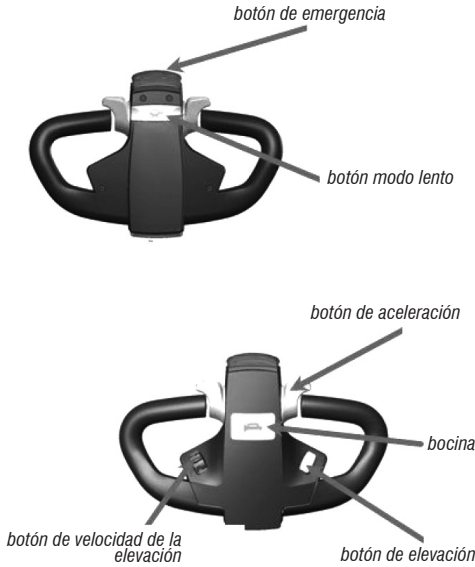

Fig. 4 – Controle
Mueva la palanca de control para la división A o división C conforme indicado en la Fig.4 y presione el botón de subida/bajada en la manilla de control para ver si los movimientos del garfio están normales. En seguida, gire la palanca de control para la división B, conforme indicado en la Fig. 4. Acelere la grúa horquilla eléctrica lentamente y presione la palanca para la posición horizontal para verificar si el equipo puede moverse y trabar normalmente.
En la secuencia, desplace la palanca de control para la división B conforme indicado en la Fig. 4. Presione el botón de reversión de emergencia en la parte superior de la palanca de control para verificar si el equipo puede moverse normalmente para atrás.
1. Botón de aceleración: el botón del acelerador es usado para controlar la dirección de desplazamiento y la velocidad de la grúa horquilla eléctrica. En caso de operación de desplazamiento, gire la palanca de operación para el área B indicada en la Fig. 4. Cuando la manilla está en el área A o C, la grúa horquilla está en un status de apagado y no puede moverse. Cuando la palanca de operación está en el área B y el botón del acelerador es girado en una dirección, la grúa horquilla eléctrica se desplazará en esa dirección. Mientras el acelerador es girado en otra dirección, la grúa horquilla se moverá en esa otra dirección. Cuanto mayor la amplitud de giro, más rápido el equipo se moverá.
Nota: Un freno magnético lateral es instalado en la extremidad del eje del motor de la rueda motriz y hay un interruptor de avance instalado en el eje rotativo del brazo rotativo. Solamente cuando el brazo rotativo estuviera a $45^\circ \pm 35^\circ$ (como indicado en la Fig. 4), la grúa horquilla puede ser encendida y desplazada. Mayor o menor que el ángulo indicado, el equipo será apagado y trabado. En este caso, la grúa horquilla eléctrica puede levantar mercaderías, pero no puede moverse. Como indicado en la Fig. 4, cuando el manipulador de operación está en la división A o en la C, la grúa horquilla solo se puede levantar o bajar, pero no desplazarse. Cuando la palanca de control está en la división B, puede se desplazarse tanto cuanto levantar o bajar. La posición de operación del manipulador no será especificada en las descripciones que siguen, o sea, la grúa horquilla solo puede subir o bajar, pero no desplazarse cuando el manipulador está en la división A o C y el manipulador debe estar en la división B cuando el equipo se desplace.
2. Como indicado en la Fig. 4, existe un botón en el manipulador de operación que es utilizado para ablandar la grúa horquilla eléctrica. Cuando este botón de "desaceleración" es presionado, así como el botón de aceleración es girado, la grúa horquilla se
Como indicado en la Fig. 4, tire la llave general de la fuente de alimentación, destrabe la traba eléctrica de la puerta y conduzca la grúa horquilla hasta la pila de mercaderías en las proximidades. La punta del garfio debe quedar a 300 mm de la pila de mercaderías. Presione el botón de bajada, ajuste la altura del garfio a una posición adecuada y insértelo lento y lo más profundamente posible en el pallet de las mercaderías. Presione el botón de elevación hasta que el garfio esté a 200 mm - 300 mm del suelo. Dirija la grúa horquilla hasta el local de la repisa de mercaderías y pare lentamente. Presione el botón de elevación para que el garfio suba hasta la altura adecuada con la repisa (la parte inferior del pallet es aproximadamente 100 mm mayor que la repisa de mercaderías). Mueva las mercaderías lentamente para la posición exacta de la repisa y presione el botón de bajada para colocarlas cuidadosamente en la repisa. Retire el garfio de la mercadería y conduzca la grúa horquilla eléctrica lentamente para retirar el garfio del pallet de mercaderías. Baje el garfio hasta que esté a 300 mm del suelo y aleje la grúa horquilla eléctrica de la repisa. Atención para que no tenga obstáculos al rededor y al girar, la velocidad debe ser reducida.
Como indicado en la Fig. 4, tire la llave general de la fuente de alimentación, destrabe la puerta eléctrica y conduzca la grúa horquilla hasta la repisa de mercaderías en las proximidades. La punta del garfio debe quedar a 300 mm de la repisa de mercaderías. Presione el botón de bajada, ajuste la altura del garfio a una posición adecuada y insértelo lento y lo más profundamente posible en el estrado del pallet. Presione el botón de elevación para levantar las mercaderías hasta que la parte inferior del pallet esté a 100 mm de la repisa de mercaderías. Lentamente, conduzca la grúa horquilla y mueva las mercaderías para fuera de la repisa (reforzando que la punta del garfio debe quedar a 300 mm de la repisa de mercaderías). Presione el botón de bajada y baje el garfio a una altura de 200 mm a 300 mm del suelo. Aleje la grúa horquilla de la repisa de mercaderías hasta que alcance la posición deseada y, en seguida, párela lentamente. Presione el botón de bajada para bajar las mercaderías, aleje completamente el garfio y muévelo lentamente para fuera del pallet de mercaderías.